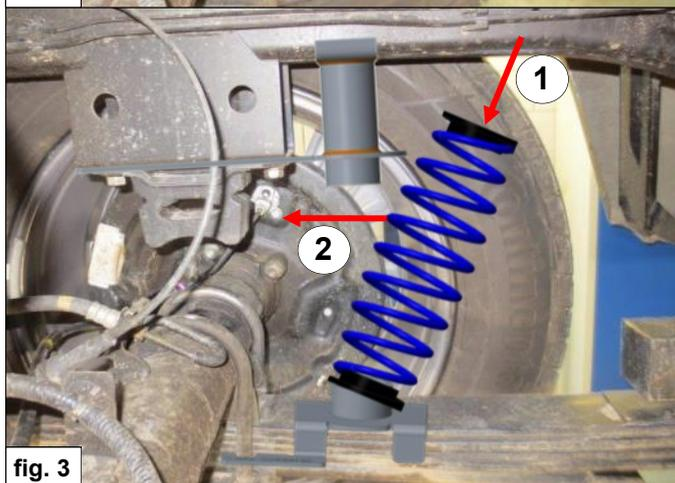

fig. 3
6. Montieren Sie die Hilfsfeder **C** mit Gummitellern **R** zwischen den Halterungen **A & B**. Beachten Sie, dass beiden Gummitellern **R** ordentlich zentrieren auf die Halterungen **A & B**. (Siehe Abbildung 3, 4 & 5).
6. Placer le ressort **C** avec ressort caoutchoucs **R** entre les anneaux **A** et **B**. Notez que les caoutchoucs **R** sont correctement centrées sur les supports **A** & **B**. (Voir figure 3, 4 & 5).